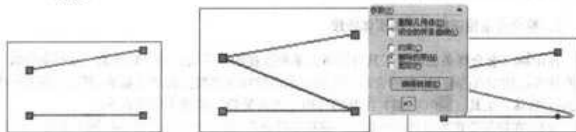

图 2-37 编辑链接
- 编辑链接：单击此按钮，可以选取不同的对应点来改变实体链接的方式，如图 2-37 所示。